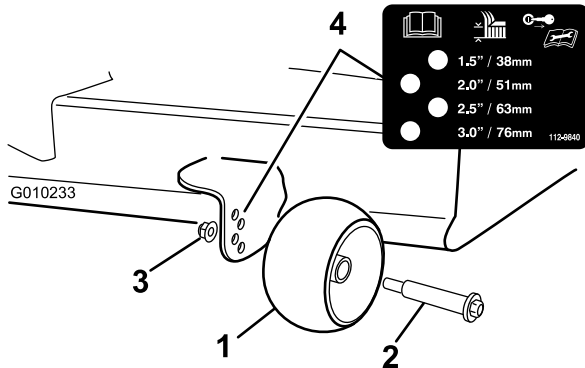

Figura 20
3. Ajuste los rodillos protectores del césped según se muestra en Figura 20 a la posición de altura de corte más próxima.